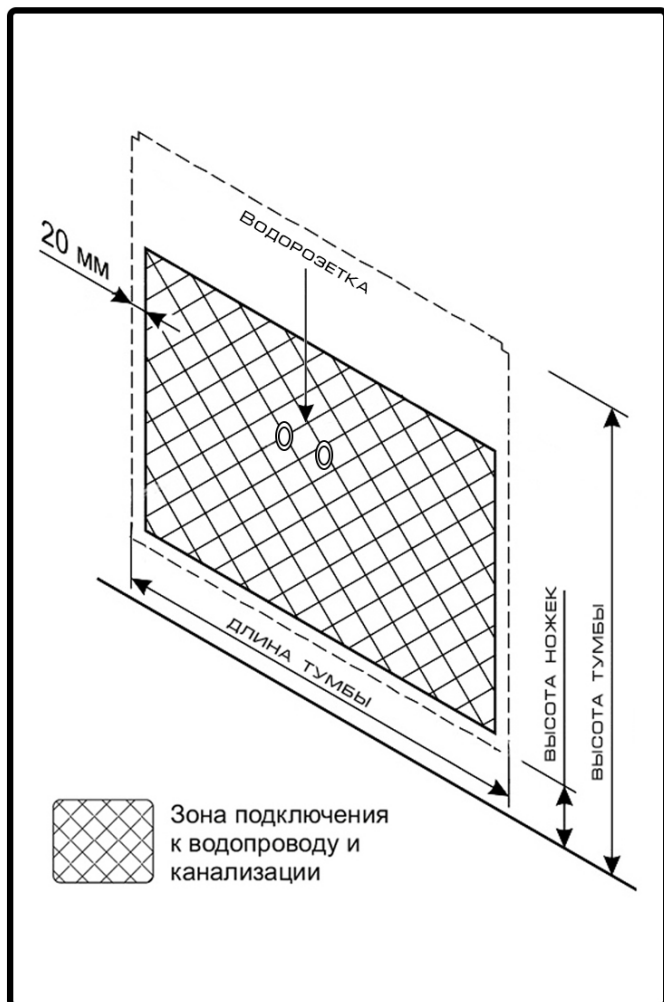

РИС.1 РАЗМЕТКА ГАБАРИТОВ НА СТЕНЕ
- После выбора места под тумбу, на стене стоит очертить общие габариты тумбы и зону подключения к водопроводу и канализации. Размеры зоны подключения определяются отступом 2-3х см. от низа, крайних боков и места крепления тумбы к стене (высота ножек при этом не учитывается **(рис.1)**).